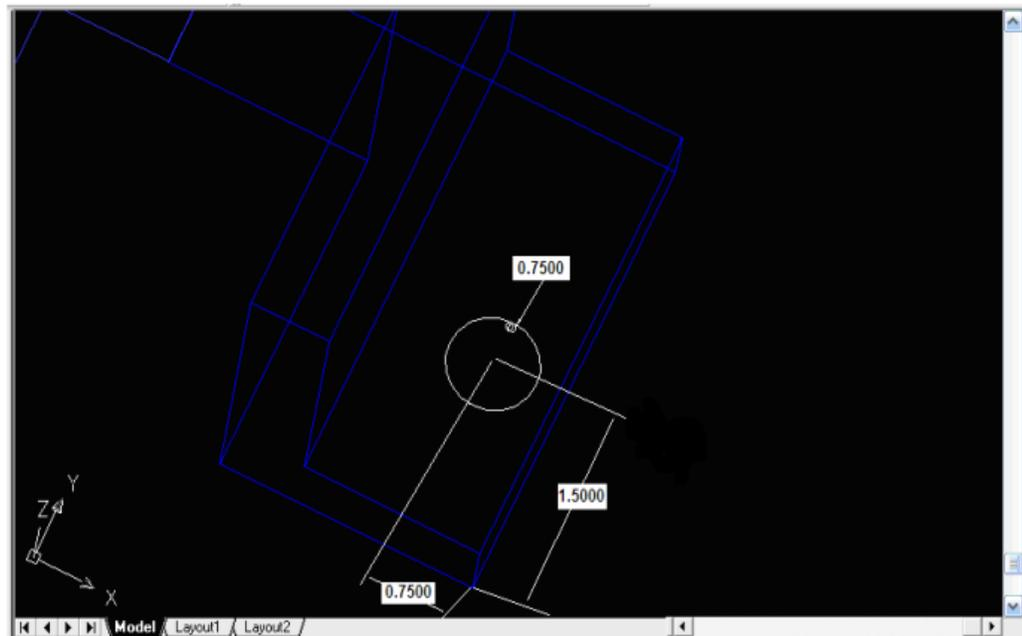

Figura 41
21. como lo hicimos con el rectángulo agregamos el círculo y le damos dimensiones para que quede como la siguiente figura 41